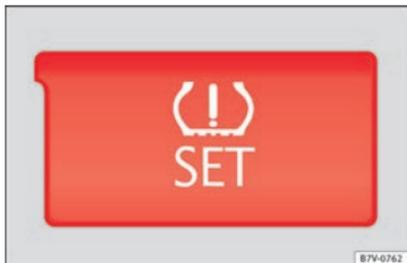

Fig. 228 Pormenor da consola central: botão do indicador da pressão dos pneus.
- » **Fig. 228** do indicador de controlo dos pneus até que seja emitido um aviso sonoro de confirmação. Faça-o também, por exemplo, ao trocar as rodas dianteiras com as traseiras